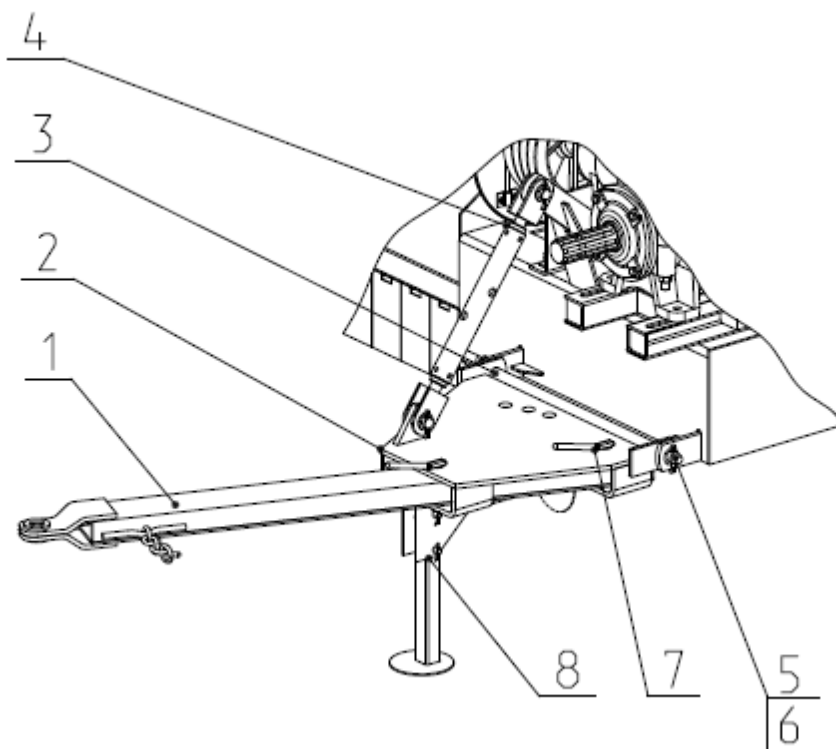

Рис.7 Сница косилки КИР-1,85
2.8.Сница косилки (рис.7). К левой части рамы косилки через оси 3 и регулируемую стяжку 4 (талреп) укреплена площадка сницы 2, в которой при помощи пальцев 7 установлено дышло 1.